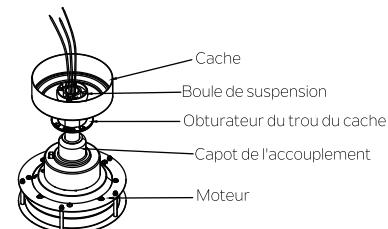

Fig. 8
**Étape 4.** Faites glisser le capot de l'accouplement, l'obturateur du trou du cache et le cache sur la tige de suspension. Réinstallez soigneusement la boule de suspension sur la tige de suspension. Assurez-vous que la broche transversale se trouve dans la position correcte, que la vis de blocage est bien serrée et que les fils ne sont pas tordus. (Fig. 8)